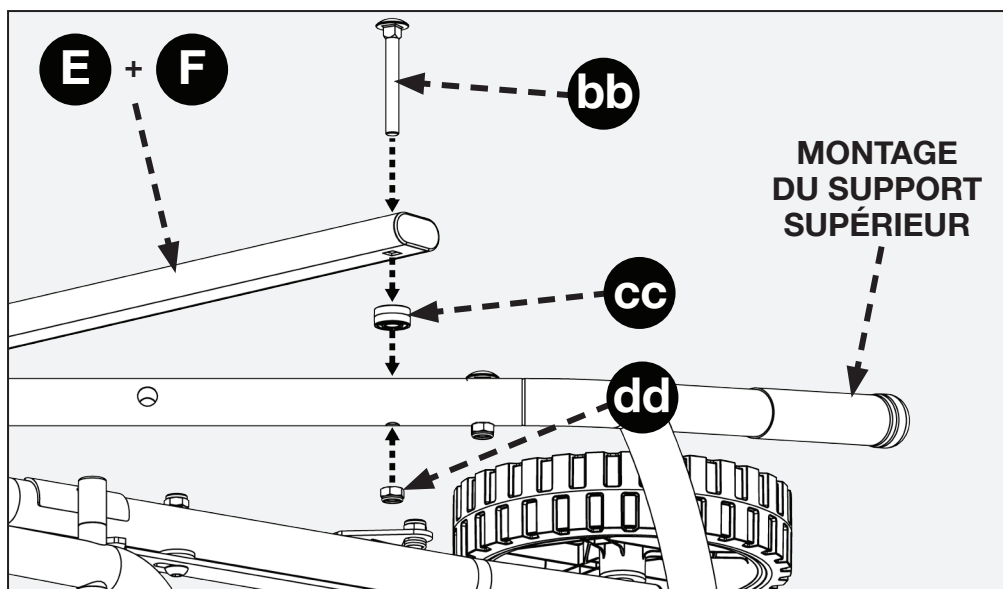

FIGURE 13
Fixer les ensembles de tiges du support droites et gauches (E & F) comme le montre la figure 13 à l'ensemble du support supérieur (I) avec deux vis chariot M8 x 67 (bb), la rondelle (cc) et les écrous M8 (dd) comme indiqué aux figures 13 et 14.
REMARQUE : S'assurer que la rondelle (cc) se situe entre l'ensemble de tiges du support et l'ensemble du support supérieure, comme illustré à la figure 13.